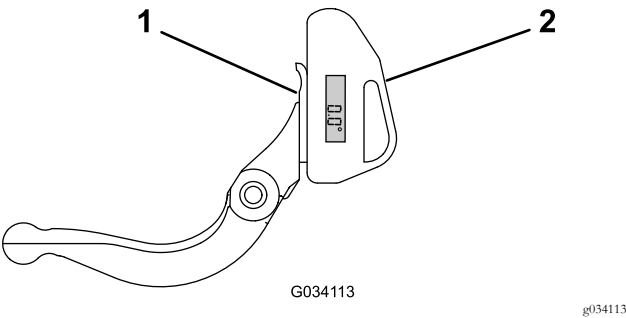

Figura 27
- 1. Coloque o indicador de ângulo no lado inferior da lâmina de corte, como se ilustra na Figura 27.